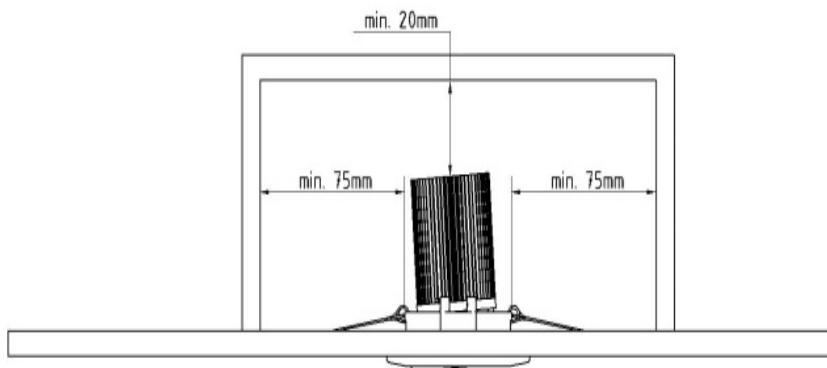

Abb.:1
- Die LED-Leuchte ist zur Montage auf normal entflammaren Oberflächen geeignet, z.B. auf Holz und Werkstoffen auf Holzbasis mit mehr als 2 mm Dicke. Der Einbauräum muss genügend Platz zur Verfügung stellen (Abb.:1).